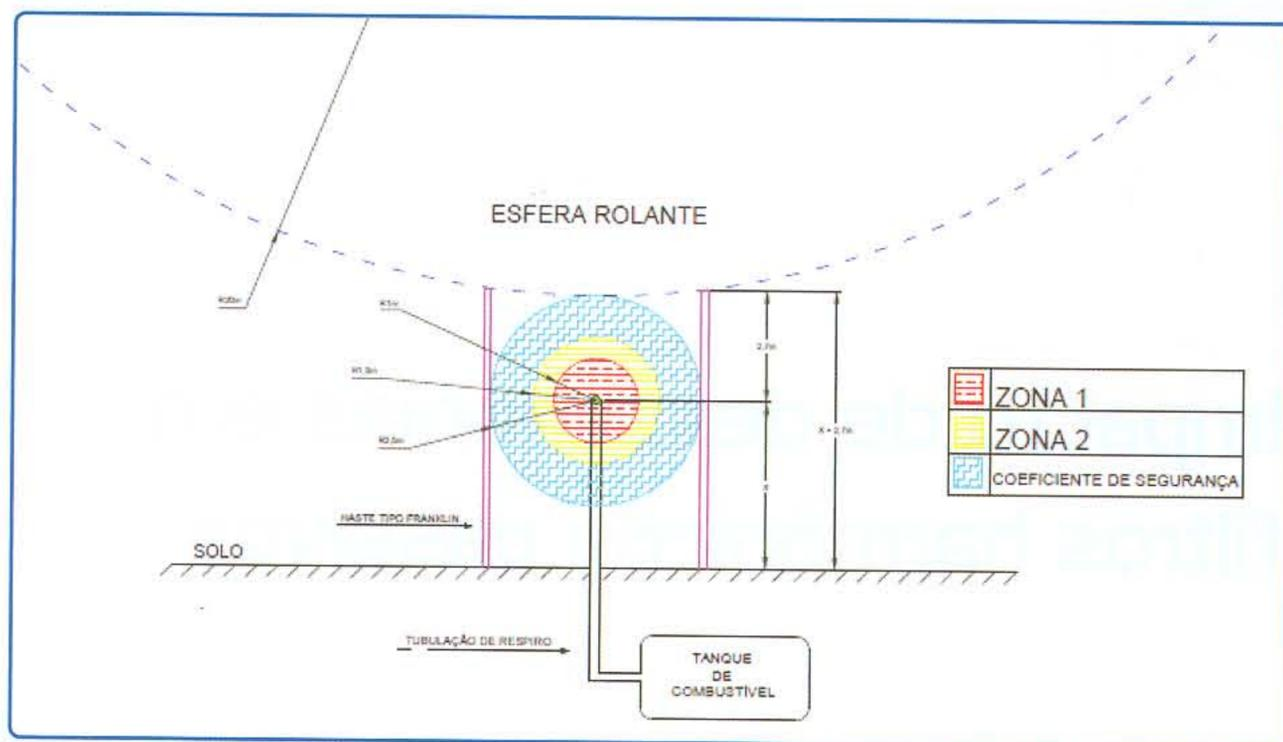

Figura 4 – Exemplo de proteção de respiros de tanques de combustível.
Neste exemplo (Figura 4), se instalarmos três hastas distantes de 2,5 metros da saída dos gases, espaçadas em forma de triângulo equilátero, e com altura no mínimo de 2,2 metros acima da altura da saída dos gases, estes estarão confinados no volume de proteção. Este um metro de distância das zonas de risco geralmente é maior que as distâncias de segurança calculadas conforme o item 6.3 e anexo C da parte 3 da ABNT NBR 5419: 2015, porém, se a distância de segurança for maior, esta deve ser utilizada.